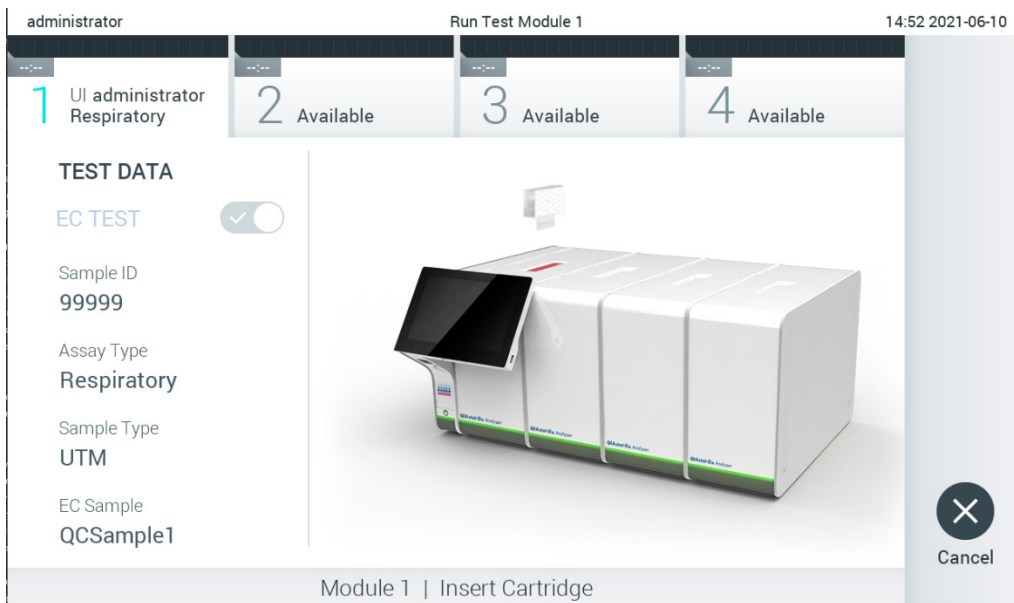

Bild 94. Sätta in QIAstat-Dx-analyskassetten i QIAstat-Dx Analyzer 1.0.
9. Kontrollera att båda provlocken på svabbporten och huvudporten på QIAstat-Dx-analyskassetten är stängda. När kassettingångsporten överst på QIAstat-Dx Analyzer 1.0 öppnas automatiskt sätter du in QIAstat-Dx-analyskassetten med streckkoden åt vänster och reaktionskamrarna nedåt (bild 94).